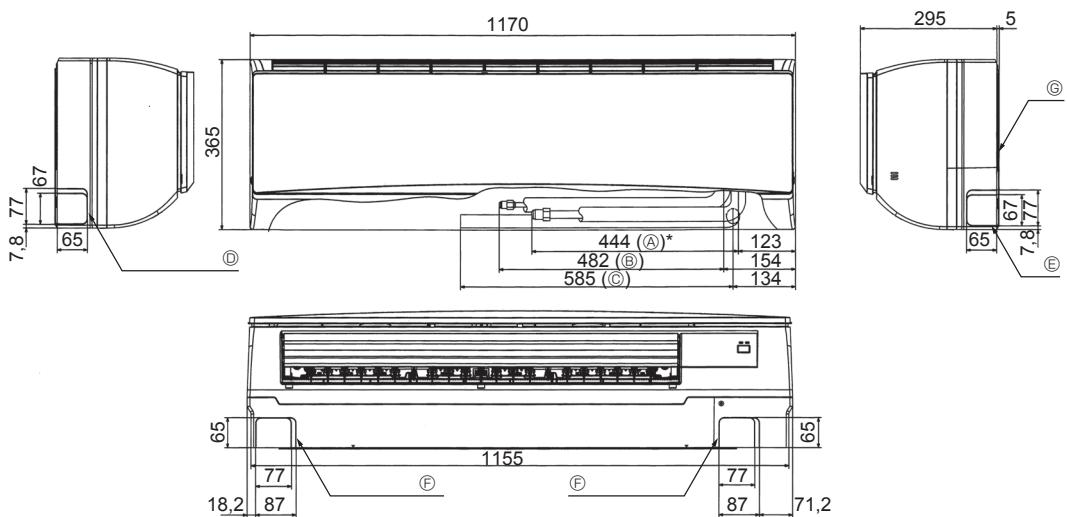
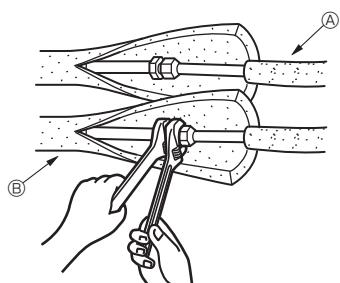

Fig. 4-3
Fig. 4-4
4.4. Positionering av köldmedels- och dräneringsrör (Fig. 4-3)
- Ⓖ Monteringspanel ①
4.5. Röyledningar för köldmedlet (Fig. 4-4)